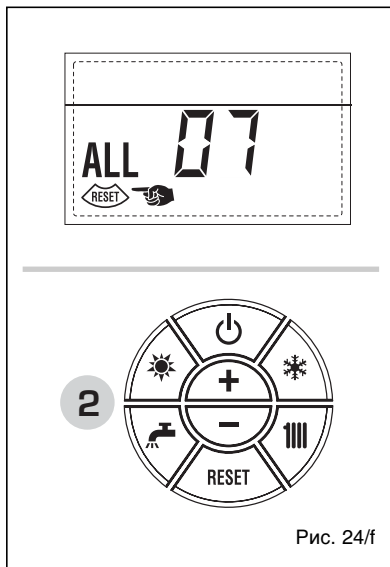

Рис. 24/f
– НЕПОЛАДКА - ПАЗАРИТНОЕ ПЛАМЯ, «ТРЕВ 08» (рис. 24/g)